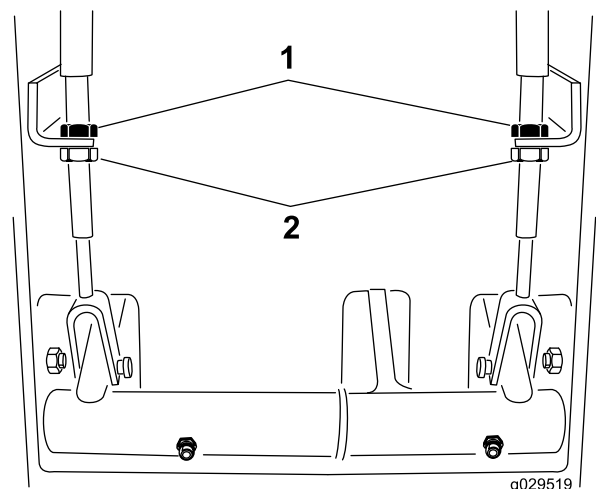

Bild 69
2. Ziehen Sie zum Reduzieren des Spiels der Bremspedale die Bremsen fester; lockern Sie dazu die vorderen Klemmmuttern am Gewindeende des Bremszugs (**Bild 69**).